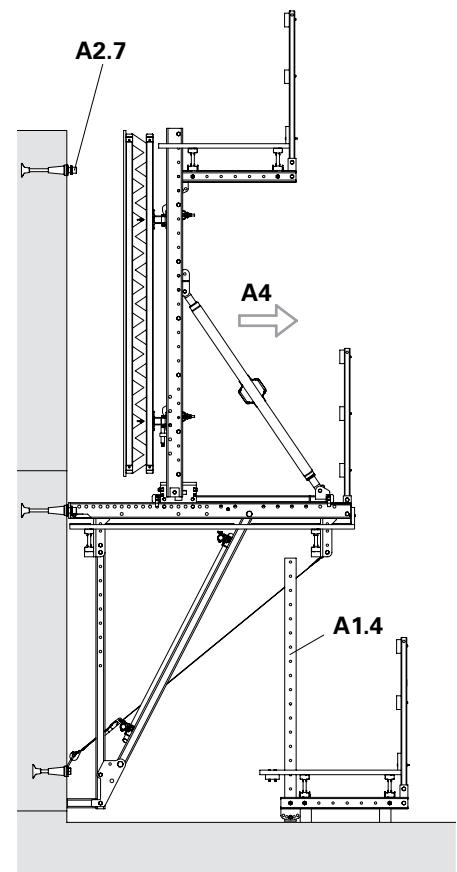

Fig. 10
4. Posizionare la passerella inferiore preassemblata; v. A1.4. (Fig. 10)